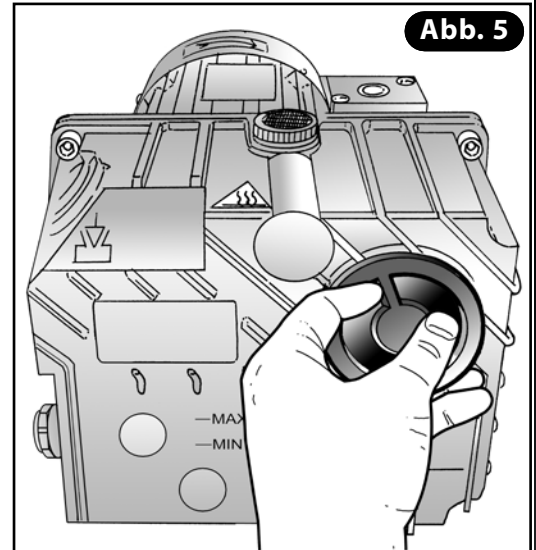
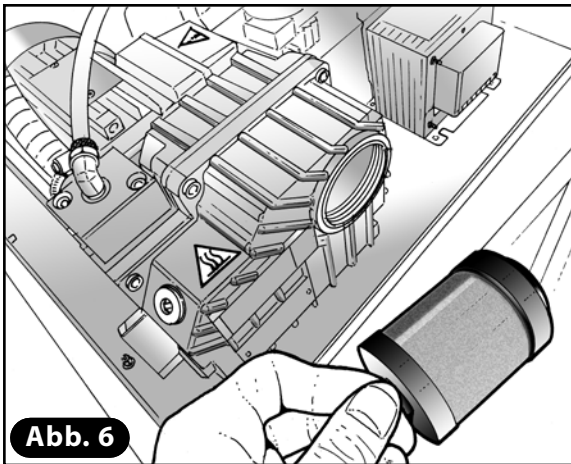

Abb. 5
Abb. 6
**PUMPE mit 8/12/18/25 m3/h:** Deckel des Entölerfilters mithilfe einer Zange vom Pumpenkörper abschrauben (**Abb. 5**). Entölerfilter herausziehen (**Abb. 6**).